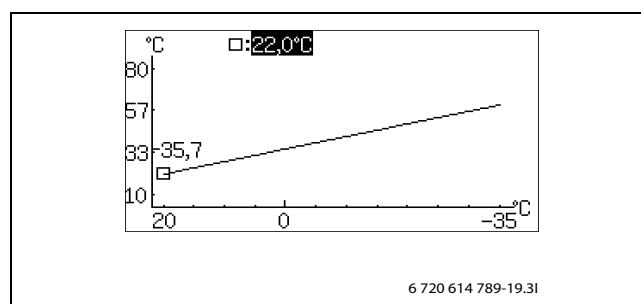

Bild 20
- Drehknopf bei markiertem Quadrat drehen, bis  $0^{\circ}\text{C}$  markiert ist (→ Bild 20).